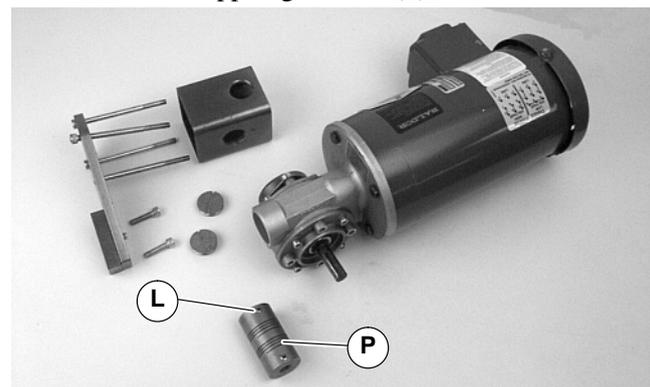

Abbildung 13
5. Zwei (2) Stellschrauben lösen (L siehe Abbildung 13) und Gelenkkupplung trennen (P).
13. Gelenkkupplung (P siehe Abbildung 13) am Untersetzungsgetriebe befestigen. Zwei (2) Stellschrauben mit 3,7 Nm festziehen.